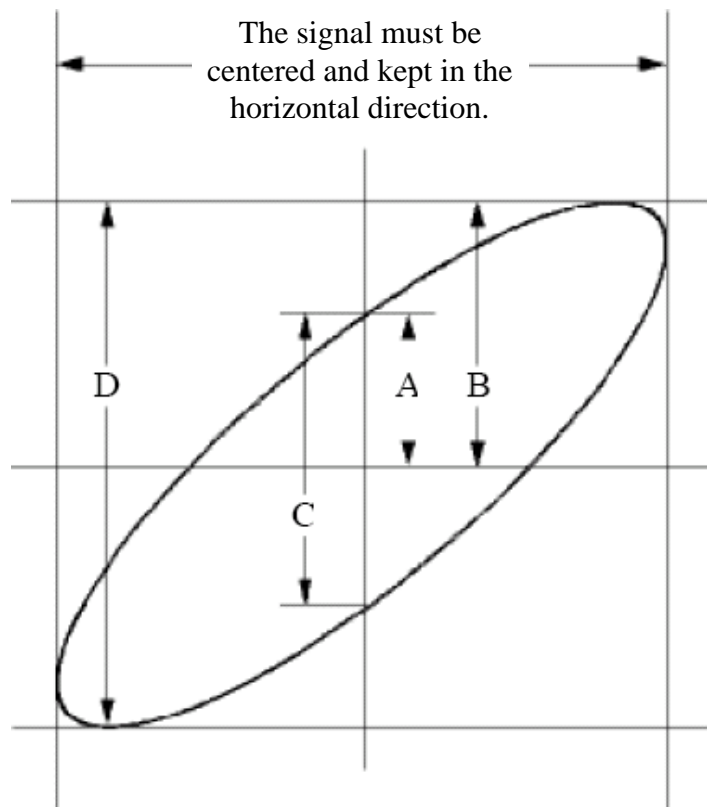

Figure 6-6 リサージュ図
- (1) プローブ・メニューでプローブ減衰比を10X、プローブの減衰比をスイッチで10Xに設定します。詳細は“プローブ減衰比の設定”を参照ください。
- (2) 回路の入力信号にCH1プローブを、出力信号にCH2プローブを接続します。
- (3) **Autoset**を押します。オシロスコープが自動設定を実施して2つのチャンネル波形が表示されます。
- (4) CH1とCH2について、**垂直軸Scaleノブ**と**垂直軸Positionノブ**を回して、波形の振幅がおおむね同じくらいになるように調整します。
- (5) **Acquire**を押してアキュイジション・メニューを開きます。
- (6) **XY Mode**をONにするとXY表示になり、リサージュ図が表示されます。
- (7) **垂直軸Scaleノブ**と**垂直軸Positionノブ**を回して波形をさらに調整します。
- (8) 楕円の形状から、位相差を計算することができます。(Figure 6-6)